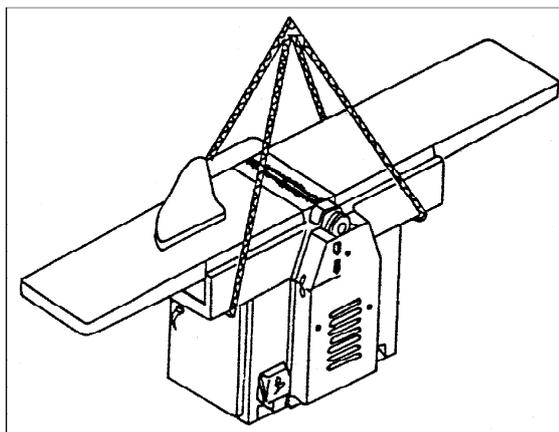

Рис. 1
3. Снимите станок с поддона с помощью строп. Грузоподъемность строп должна составлять не менее 346 кг. Стропы следует провести под основаниями столов, как показано на Рис. 1. Не устанавливайте стропы под столами.